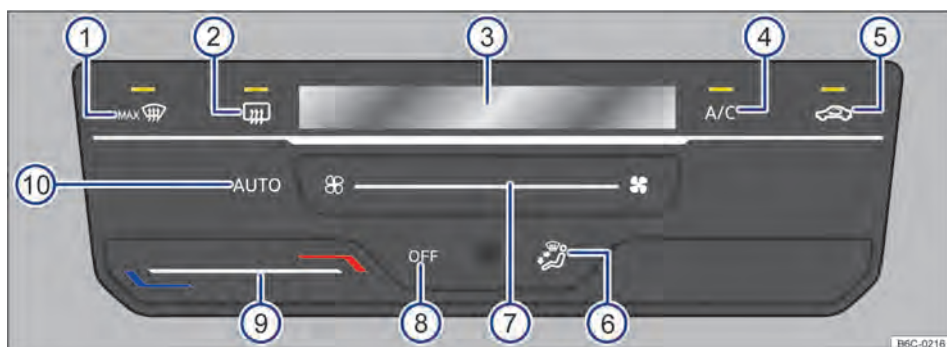

Fig. 88 Comandos do Climatronic.
- *Climatronic*: girar o regulador do ventilador para a esquerda até o batente → Fig. 88 (7)
Com o botão (AUTO) → Fig. 88 (6) é possível ligar o modo automático do Climatronic.
mático se desliga quando a ventilação é alterada manualmente ou com a alteração da distribuição de ar através do botão → Fig. 88 (4) pressionar.
- *Climatronic*: tocar na superfície de função → Fig. 88 (9).
No display do Climatronic → Fig. 88 (8) é indicada a temperatura ajustada.
- *Climatronic*: tocar na superfície de função → Fig. 88 (7).
- *Climatronic*: pressionar o botão → Fig. 88 (4) para posição desejada, a distribuição selecionada será indicada no display (8).
- *Climatronic*: pressionar o botão  → Fig. 88 (1).